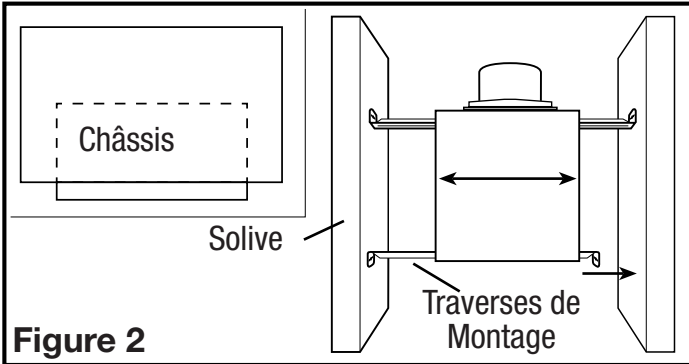
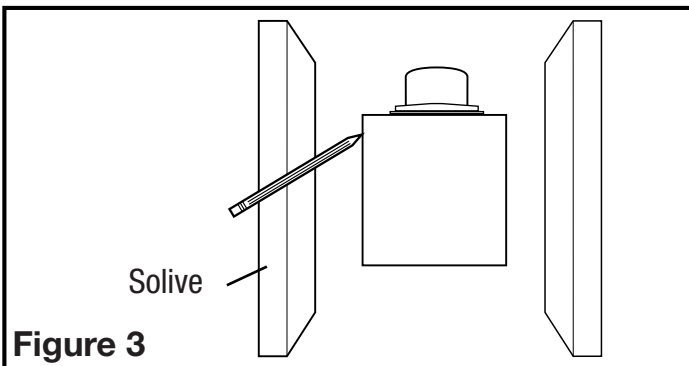

Figure 2
Figure 3
1. Installer les traverses sur le châssis et positionner le châssis près de la solive. Aligner le châssis pour qu'il soit à effleurement avec le plafond fini. Fixer les extrémités des traverses avec des clous ou des vis (non-comprises) aux solives et glisser le châssis à sa position finale (Figure 2).
1. Placer le châssis en position entre les solives et tracer un contour sur le matériau du plafond (Figure 3). Mettre le châssis de côté et découper l'ouverture, en prenant soin de ne pas couper ou endommager des câbles électriques dissimulés ou autres utilités. Installer les traverses sur le châssis et positionner le châssis dans le trou percé précédemment afin qu'il soit à effleurement avec le plafond fini. Fixer les extrémités des traverses aux solives (Figure 2).